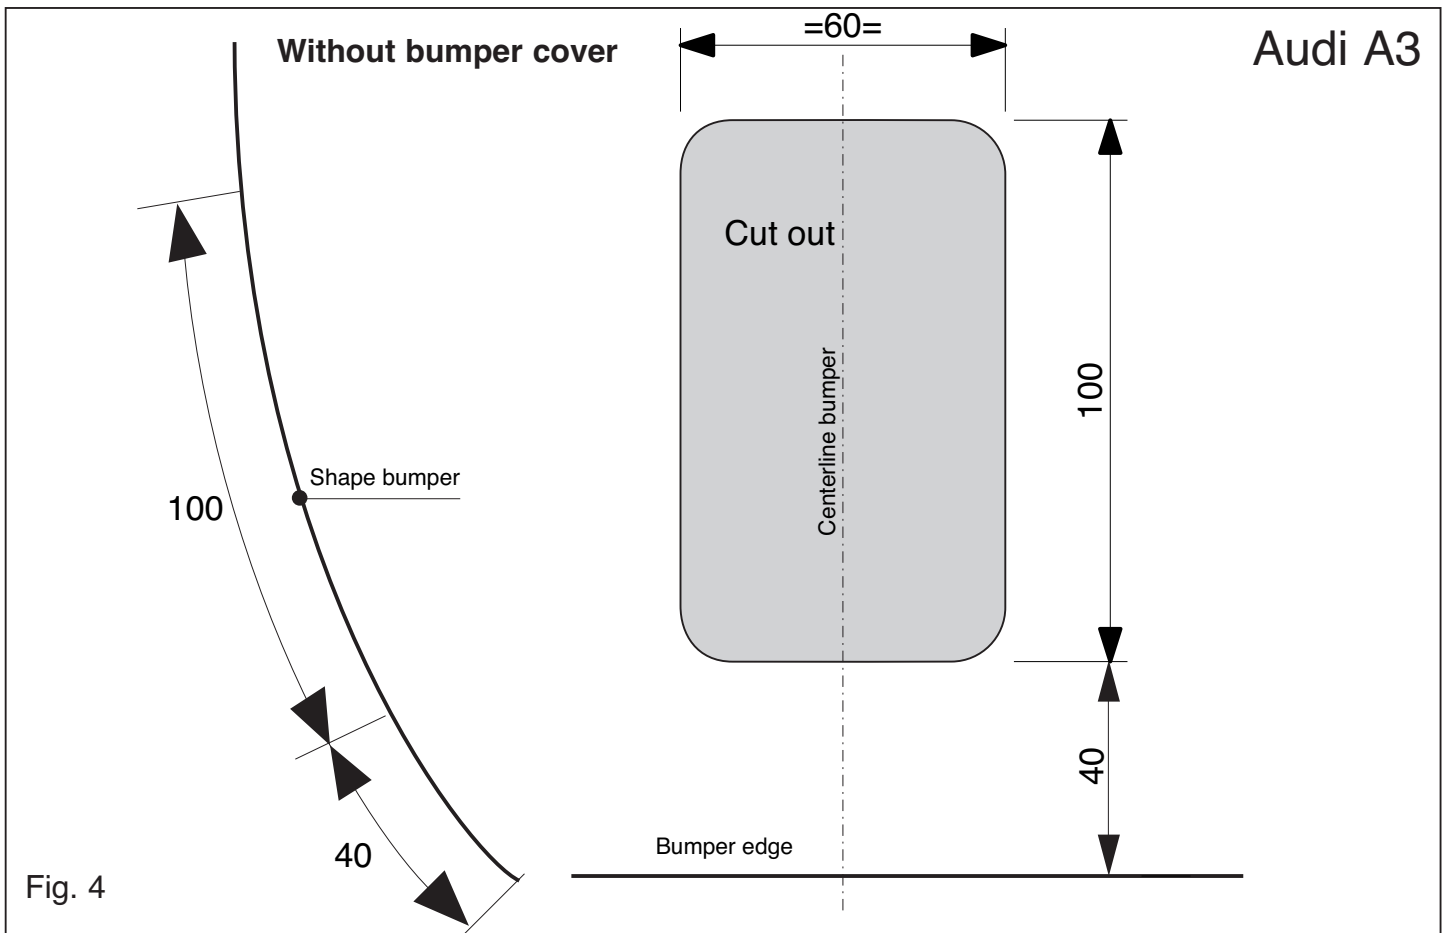

Fig. 4
5. For A3 drive vehicles, the following applies: Saw a section out of the middle of the underside of the bumper as shown in fig 4 and 5.
5. Für **A3** Fahrzeuge gilt: Auf der Unterseite der Stoßstange einen Teil aus der Mitte gemäß Abbildung 4 und 5 herausschneiden.